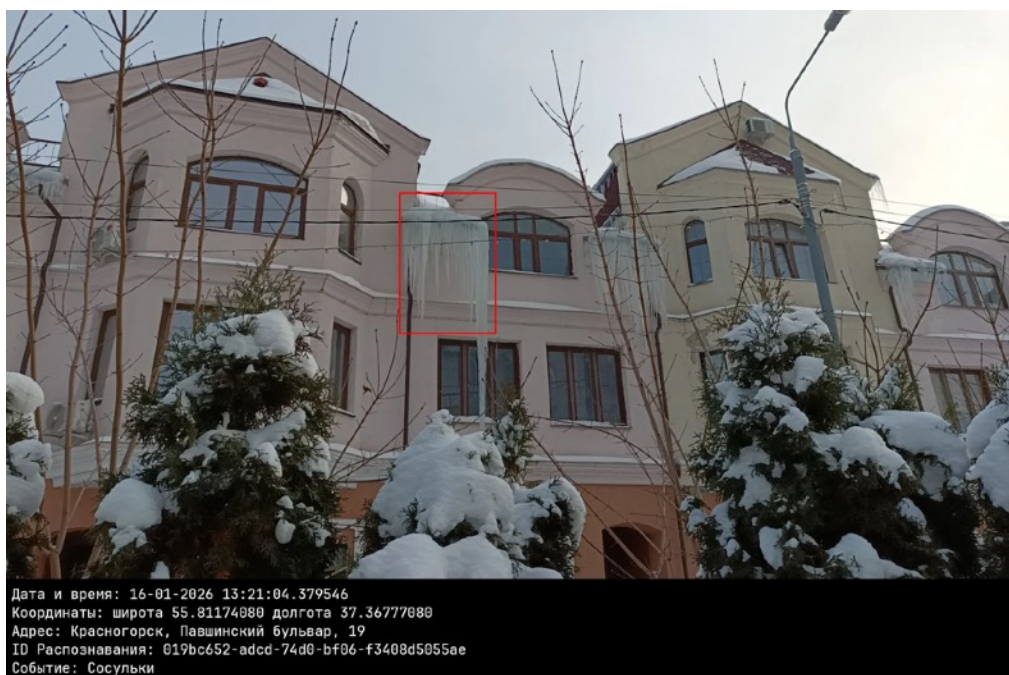

Рисунок 15 — Изображение события, точная дата и время указаны в информационном поле
6. Открыть скаченное изображение (Рисунок 15). На изображении добавлено информационное поле с точным временем события и координатами, переданными комплексом.